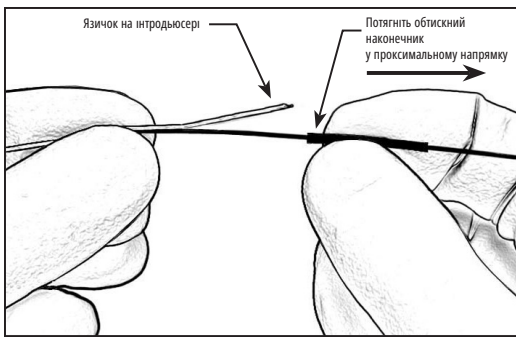

Рисунок 3. Потягніть обтискний наконечник у проксимальному напрямку
17. Тримайте виріб дистальніше обтискового наконечника і потягніть обтисковий наконечник у проксимальному напрямку, щоб вивільнити язичок на інтродьюсері. Див. рисунок 3.